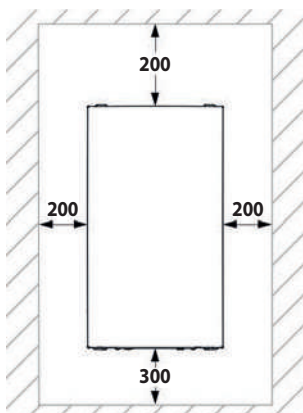

Figura 4.1
- Per consentire le operazioni di manutenzione è indispensabile lasciare intorno all'apparecchio le distanze minime indicate in Figura 4.1.
- Lo scaldacqua non deve essere mai chiuso ermeticamente in un mobile o una nicchia ma deve essere previsto un adeguato afflusso d'aria (Figura 4.1).